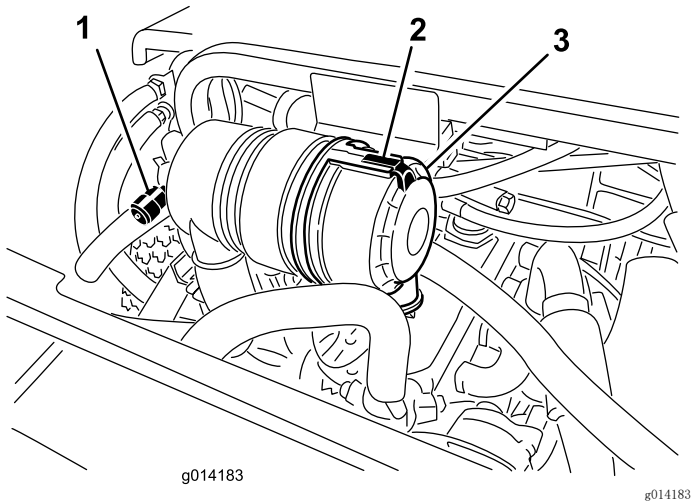

图30
**注意：** 用千斤顶将机器升高地面并用顶车架固定，可通过上下主销衬套进行更好的润滑。您应该观察到润滑脂从所有 4 个主销组件的轴铸件/衬套总成区的顶部和底部清除出（图30）。
仅在维修指示灯（图30）要求时，才维修空气滤清器滤芯。如果是在必须更换之前才更换空气滤清器，只会增加灰尘在滤清器拆下时进入发动机的几率。
1. 松开将空气滤清器盖固定到空气滤清器壳体上的门锁（图30）。